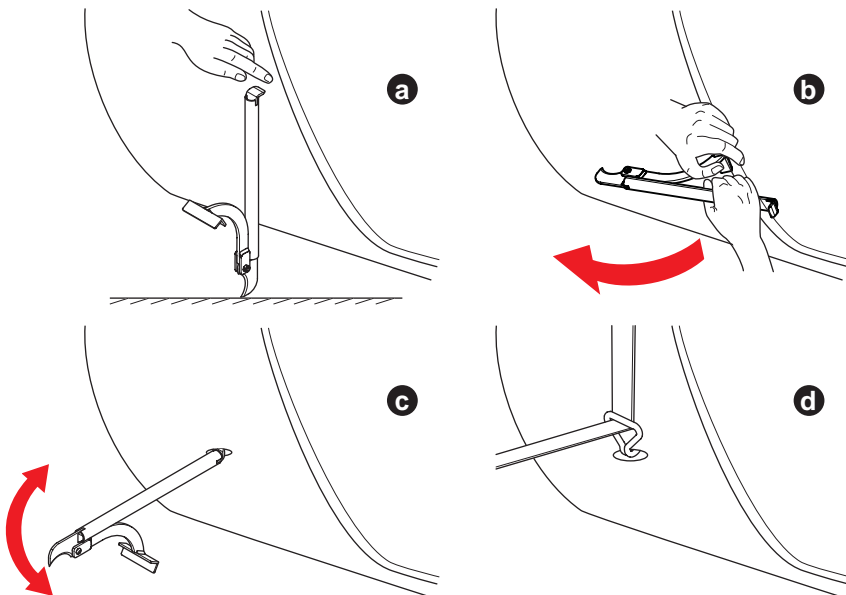

Fig. 17
用板金刀确定切割车体的正确高度。参见 Fig. 17. a。
- 用板金刀在车体上切一刀。参见 Fig. 17. b。
- 用刀背将切口扩宽。参见 Fig. 17. c。
- 将张紧带的挂钩安装到切口上。参见 Fig. 17. d。